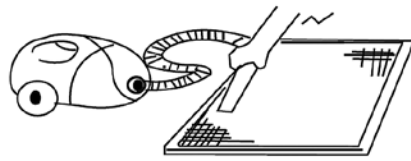

Рис. 1
2. Очистите фильтр с помощью пылесоса. Если фильтр сильно загрязнен, сполосните его водой (Рис. 1,2).